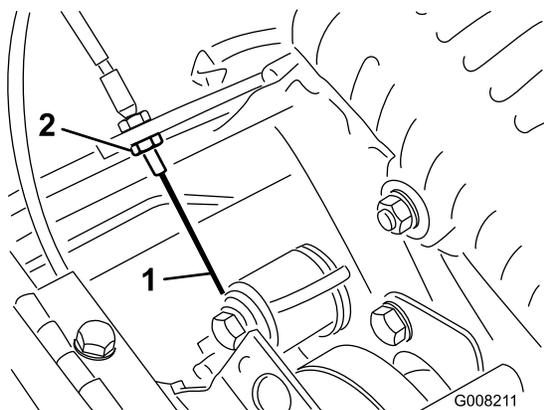

Figura 43
3. Para aumentar a tensão do cabo, desaperte a porca de bloqueio do cabo dianteiro e aperte a porca de bloqueio do cabo traseiro (Figura 43) até que seja obtida uma força de 3 a 4 kg, de maneira a que se possa engatar o controlo de tracção. Meça a força no botão de controlo.